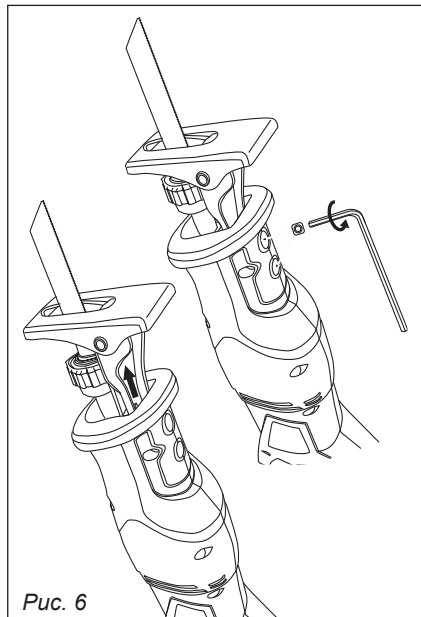

Рис. 6
– с помощью шестигранного ключа ослабьте винты крепления опоры (рис. 6);